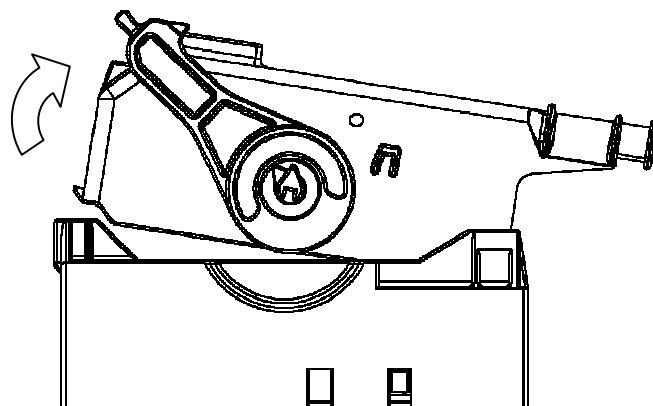

Fig.14
- (2) After unlock the cover from the female connector, turn the cover to direction of the fig.14 arrow that cover don't catch female connector.
ワイヤカバーのロックを解除し、メスコネクタから抜けたらカバーが引っかからない様に矢印の方向へ回転させながら抜いて下さい(参照 Fig.14)。